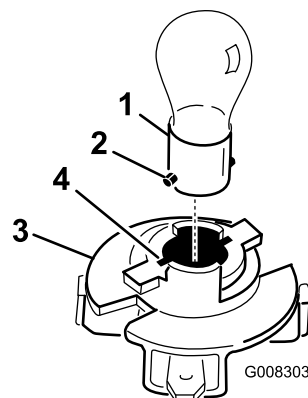

Figura 32
8. Premete e ruotate la lampada in senso antiorario finché non si ferma (circa 1/4 di giro), e toglietela dal portalampada (Figura 32).
1. Allineate i perni metallici sulla base della lampada con le scanalature del portalampada, ed inserite la base nel portalampada (Figura 32).
3. Allineate le linguette del portalampada (Figura 32) con le fessure del riflettore.